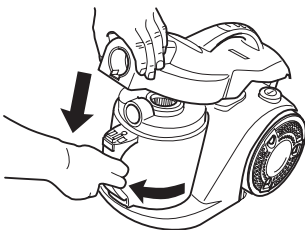

Abb. 27
- Setzen Sie den Staubbehälter wieder in den Bodensaugler ein und drehen Sie ihn nach links (Abb. 27).
- Schließen Sie den Gehäusedeckel (Abb. 27). Die Entriegelungstasten müssen hörbar einrasten. Prüfen Sie den Gehäusedeckel auf festen Sitz.